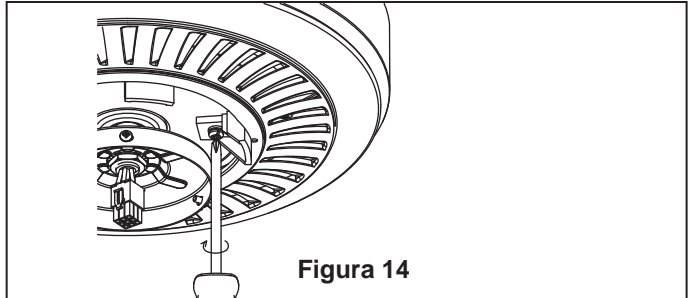

Figura 14
1. Retire y deseche los toques (de goma) del motor extrayendo los cinco tornillos. (Figura 14)